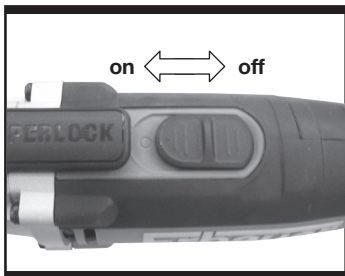

Fig. 5
4. OPERATING THE ON/OFF SWITCH (See Fig. 5)